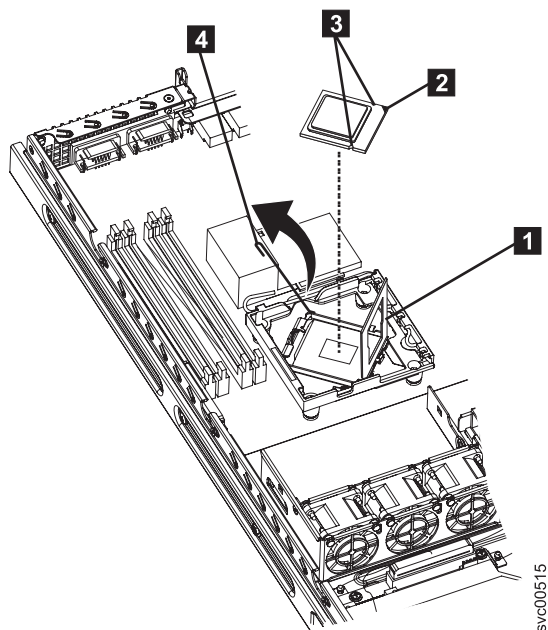

図 266. SAN ボリューム・コントローラー 2145-8A4 マイクロプロセッサ
1. 301 ページの図 266 に示すように、マイクロプロセッサ・ブラケット・フレーム **1** および解放ラッチ **4** の両方が完全に開いていることを確認します。
2. 図 266 に示すように、マイクロプロセッサをソケットに位置合わせします。(位置合わせマーク **2** およびノッチの位置 **3** に注意してください)。